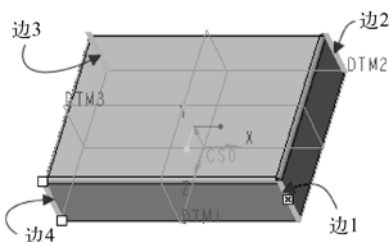
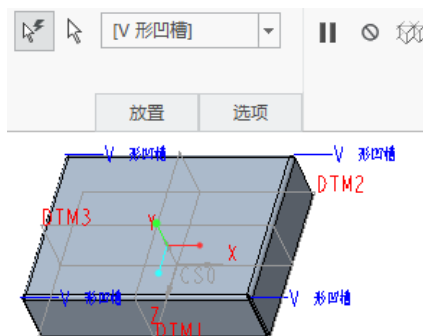

图 7-21 指定边扯裂参考
图 7-22 自动选择止裂槽的所有拐角
(3) 在图形窗口中, 选择图 7-21 所示的边 1, 接着按住〈Ctrl〉键的同时单击图 7-21 所示的边 2、边 3 和边 4。所选的 4 条边将成为“边扯裂 1”集的组成参考。
(4) 在“边扯裂”选项卡中打开“放置”面板, 从“类型”下拉列表框中默认选择“[开放]”选项, 取消勾选“封闭拐角”复选框。
(5) 在“边扯裂”选项卡中单击  (完成) 按钮, 返回到“转换”选项卡。
(6) 在“转换”选项卡中单击  (拐角止裂槽) 按钮, 打开“拐角止裂槽”选项卡。此时, “拐角止裂槽”选项卡中的  (自动全选) 按钮默认处于被选中的状态以自动选择止裂槽的所有拐角, 如图 7-22 所示。